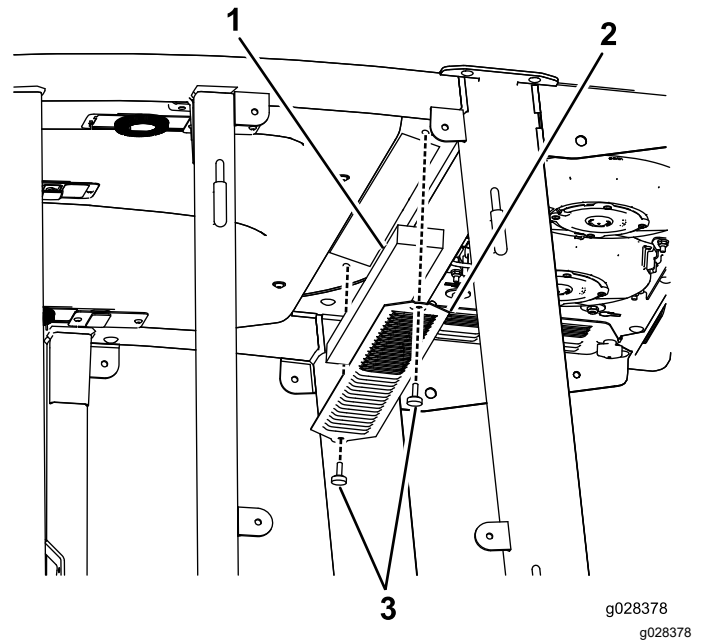
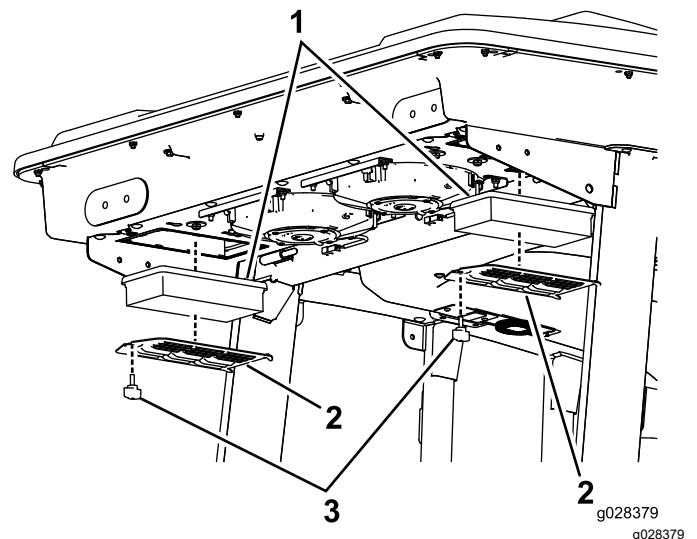
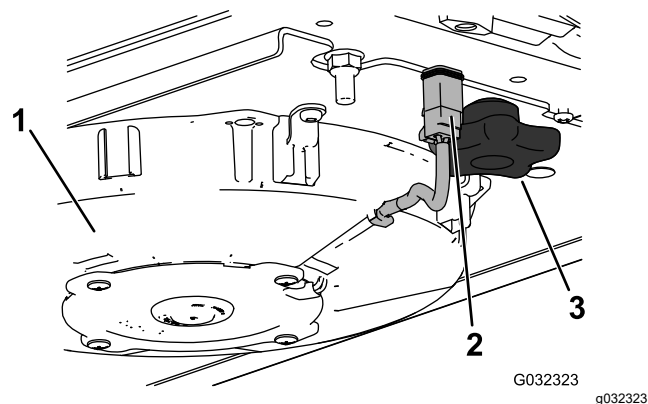
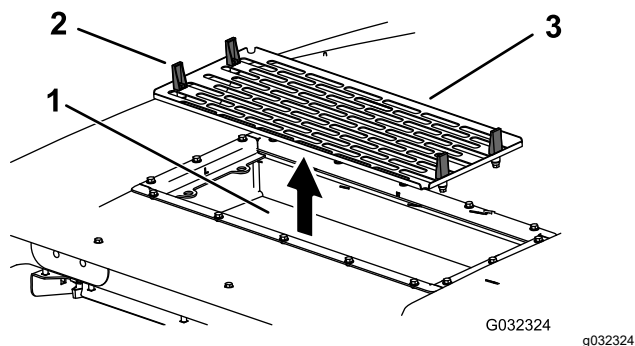

Figura 93
Figura 94
Figura 96
Figura 97
1. Retire los tornillos y las rejillas del filtro que está en el interior de la cabina y del filtro que está detrás de la cabina (Figura 93 y Figura 94).
4. Retire los filtros de aire (ver Figura 94).
6. Instale los filtros de aire, la rejilla y el conjunto de ventilador (Figura 94, Figura 96 y Figura 97).
7. Conecte el cable de cada ventilador (Figura 96).